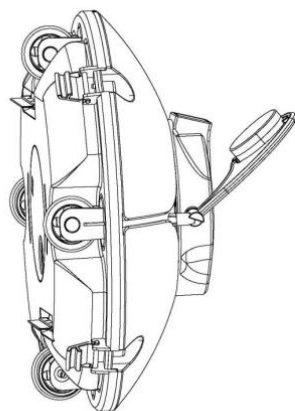

Fig. 1
- ① Tenere il pulitore e immergerlo verticalmente (fig. 1).